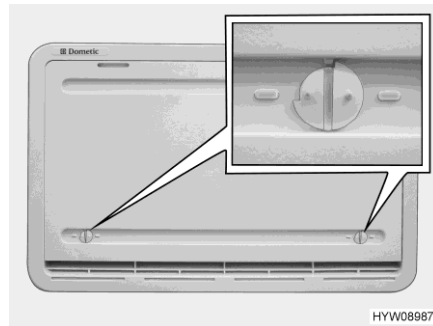

Fig. 265 Cubierta de invierno
Si el frigorífico ha de funcionar a temperaturas exteriores bajas, el fabricante recomienda la utilización de una cubierta de invierno (Fig. 265) para las rejillas de ventilación del frigorífico.
- Abrir ambos bloqueos (Fig. 265) (la ranura está en posición horizontal).